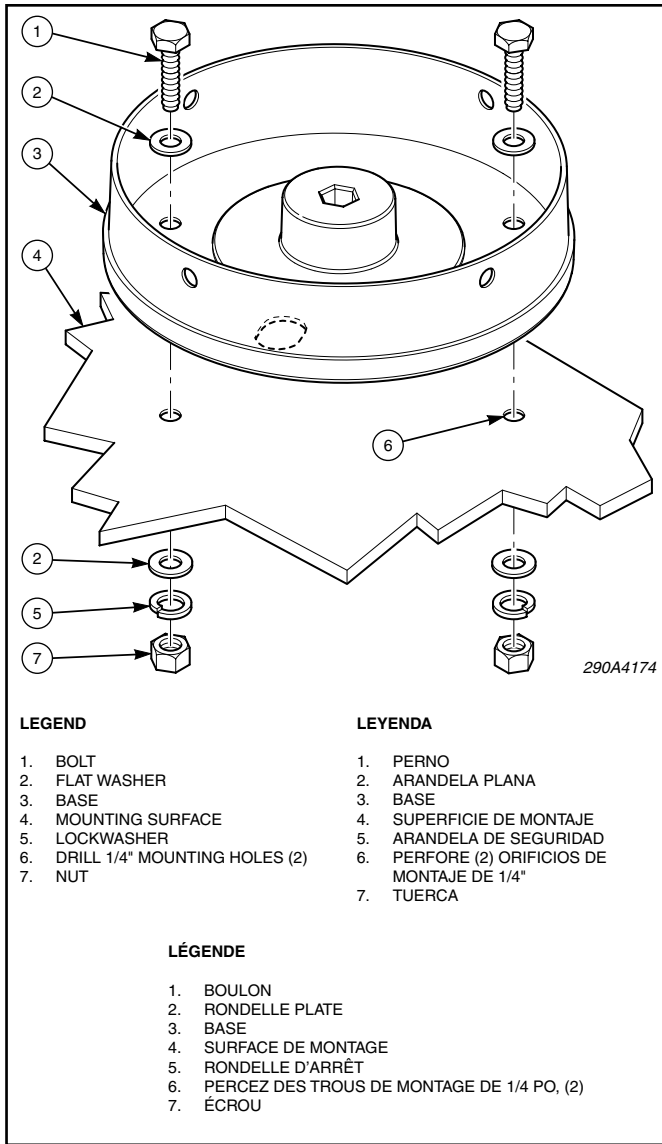

Figure 1. / Figura 1. / Figure 1.
f. Voir la figure 1. Placez une rondelle plate sur chaque boulon de 1/4 po. Aligned la base avec les trous de montages percés sur le véhicule. Insérez les boulons par les trous de la base, puis dans la surface de montage.